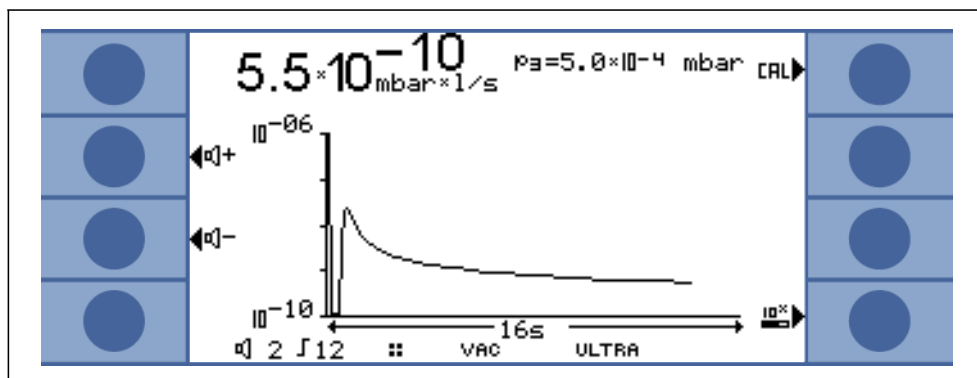

Рис. 5-2: Вид экрана в режиме тренда
- В режиме тренда (график зависимости интенсивности течи от времени, рис. 5-2)
В режиме тренда интенсивность течи представлена в виде временной зависимости (см. рис. 5-2). Помимо этого цифрами отображаются фактические значения интенсивности течи и давления на входе. Ось времени можно настроить в меню (см. подраздел 6.2.3 «Ось времени»). Ось значений интенсивности (Y) настраивается таким же образом, как и шкальный индикатор (см. подраздел 6.2.1 «Масштаб линейный/логарифмический»).